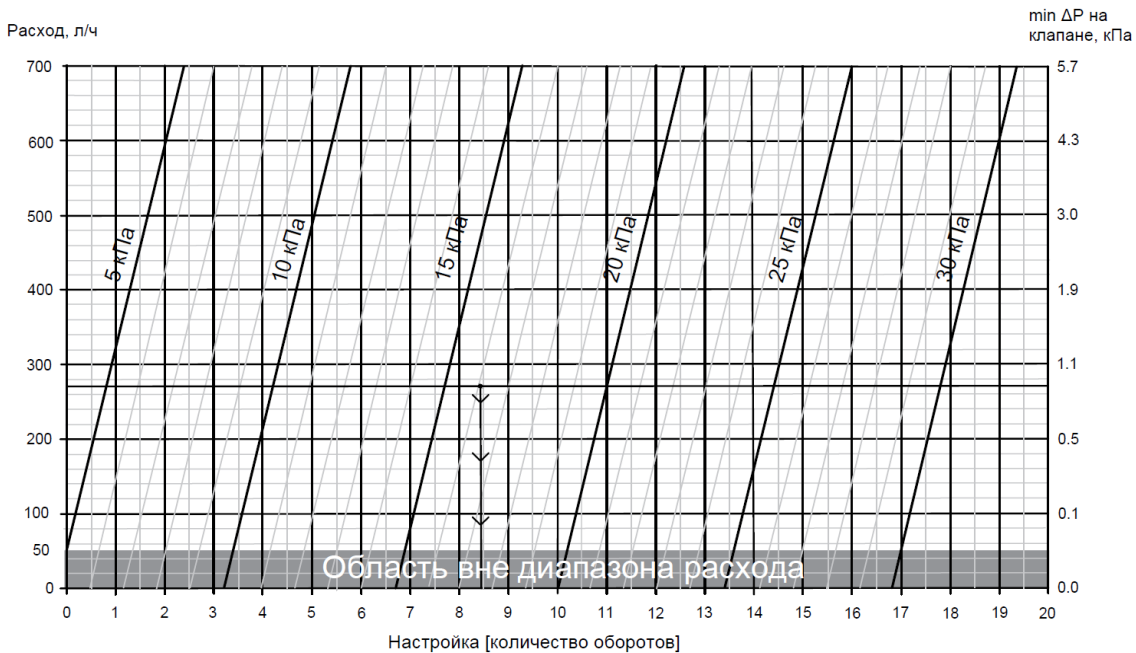

Рисунок 4. Пример определения предварительной настройки клапана по графику расхода.
*Предварительная настройка для ручного балансировочного клапана DN 15 составляет 8,5 (см. рисунок 4)*